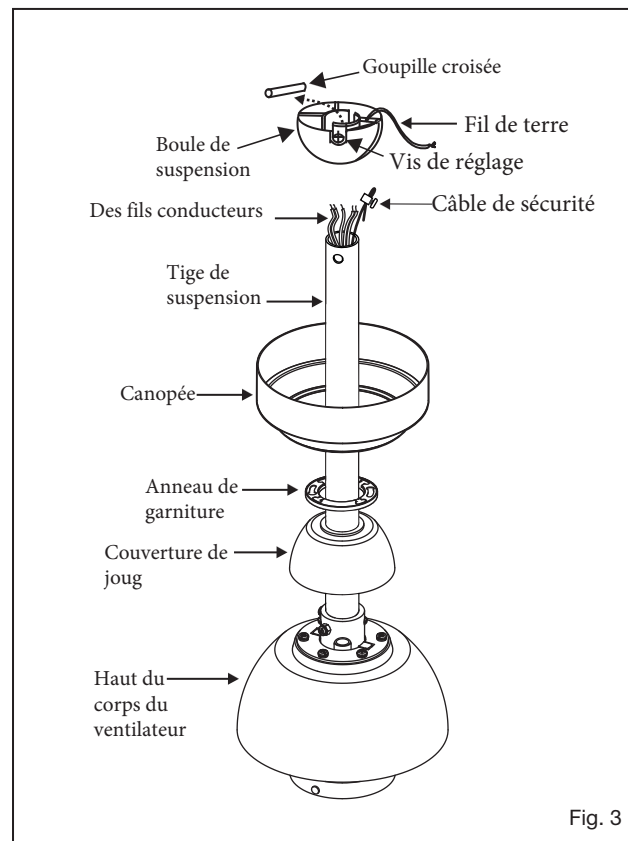

Fig. 3
1 Glissez le couvercle de l'étrier, l'anneau de garniture et le pavillon sur la tige de suspension. (Fig.3)
- 1 Retirez la plaque murale existante et l'ancien interrupteur de la boîte de prise murale. (Fig. 3)